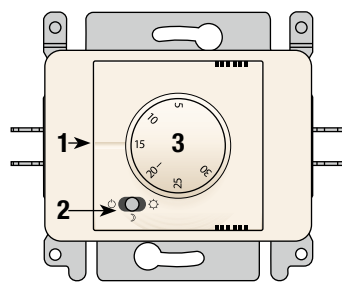

Abb. 3
Teile (Abb. 3)
- Eingestellter Wert: der Strich zeigt auf die gewünschte Temperatur (z.B. in Abb. 3 ist der Thermostat auf 15°C eingestellt).